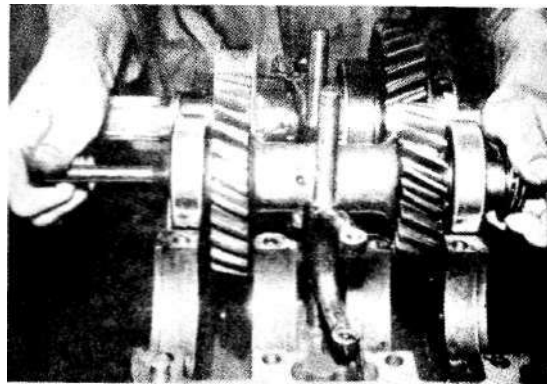

Bild 4-271
16. In das Vorgelege Schraube M 12 x 120 mm eindrehen und Vorgelegewelle ausheben. (Bild 4-271)